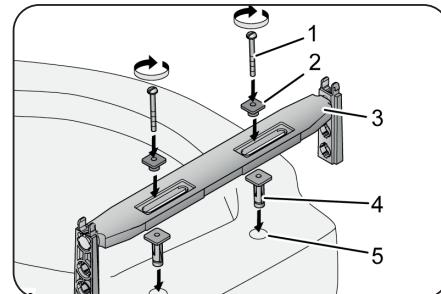

Fig. 6
1. Introduisez la partie inférieure (4, fig. 6) de chacune des deux chevilles dans les trous (5, fig. 6) de la cuvette des toilettes.
2. Posez le pont d'appui (3, figure 6) sur le bord arrière de la cuvette des toilettes de manière à ce que les chevilles se trouvent dans le guide sur la face inférieure du pont d'appui.
4. Enfilez respectivement la partie supérieure (2, fig. 6) des deux chevilles sur la partie inférieure des chevilles. La partie supérieure doit alors se trouver dans le guidage du pont d'appui.
5. Insérez les vis (1, fig. 6) dans les chevilles et tournez-les dans le sens des aiguilles d'une montre. Les chevilles sont alors écartées. Serrez les vis avec un couple de serrage de 3 Nm.